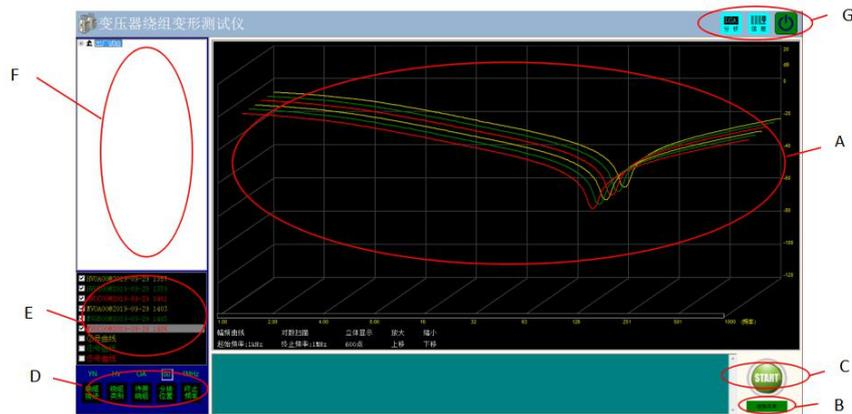

图 9 软件主界面
- 2) 启动过程完成后，进入标题为“变压器绕组变形测试仪”的主程序界面。（点击屏幕左上角的小图标 , 便可切换至桌面。测试过程中请不要点击。）如图 9 所示。